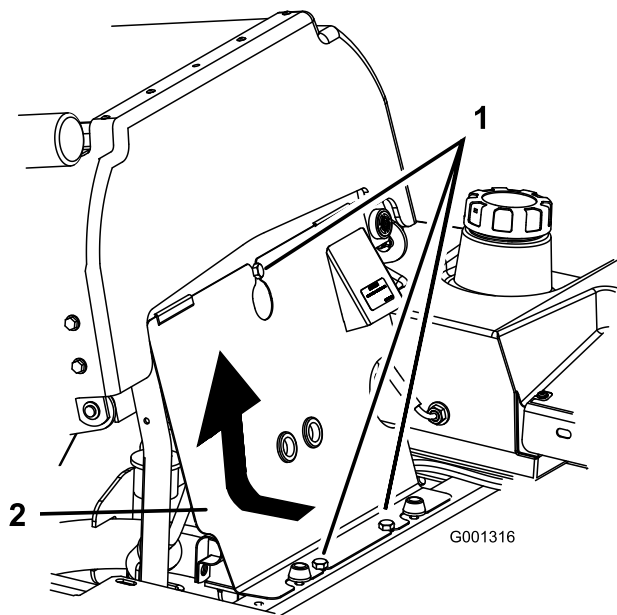

Figure 37
- Basculez le siège en avant, desserrez les boulons et déposez le panneau avant du moteur (Figure 37).